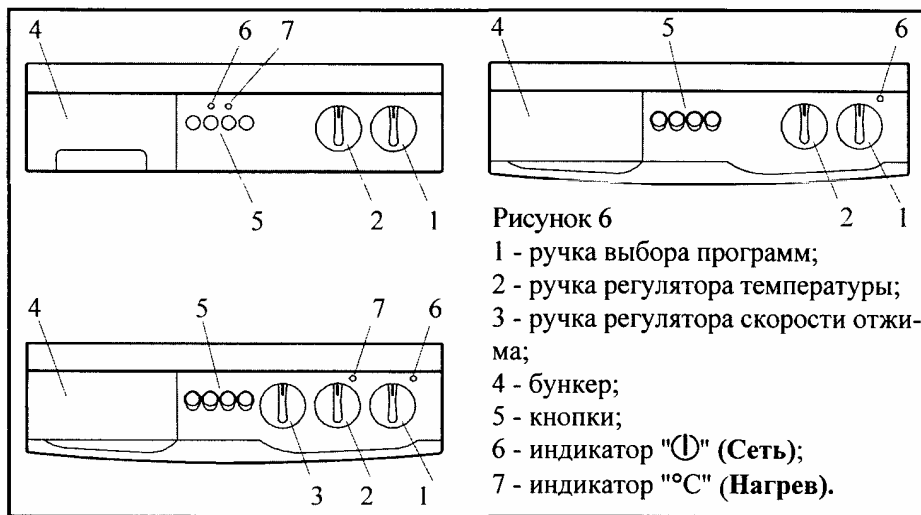
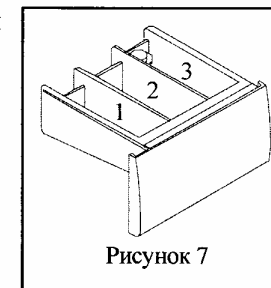

Рисунок 6
Рисунок 7
Бункер поз. 4 (см. рис. 6) имеет три отделения (см. рис. 7) для стиральных моющих средств:
- ① “Сеть” поз. 6 (см. рис. 6). Индикатор, сигнализирующий о подаче напряжения в электросхему машины.
**ВНИМАНИЕ!** Не пытайтесь открыть люк, пока горит индикатор “Сеть” ①, во избежание поломки блокировки люка.
- °C “Нагрев” поз. 7 (см. рис. 6). Индикатор, сигнализирующий о работе нагревателя.